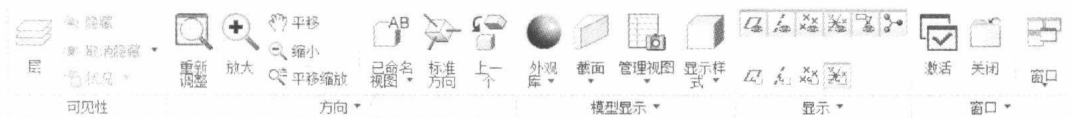

图 1-18 “视图”选项卡
(7) “视图”选项卡:用于设置管理模型的视图,可以调整模型的显示效果、设置显示样式、控制基准的特征显示与隐藏以及文件窗口管理等;其中包含了“可见性”“方向”“模型显示”“显示”和“窗口”等组,如图 1-18 所示。